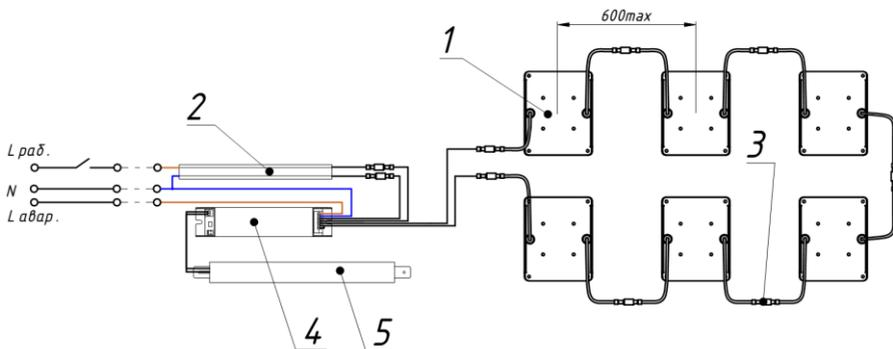

Рисунок 2 — Комплект светильников Geniled Griliato Tetris БАП (на примере Комплекта 60Вт).
3.2. Комплект светильников Geniled Griliato Tetris состоит из основных частей (см. рисунок 2):
5.5. Светодиодные модули соединены между собой при помощи проводов с коннекторами типа «Папа-Мама». Максимальное расстояние между центрами светодиодных модулей 600мм (см. рисунок 2). При необходимости увеличения расстояния между светодиодными модулями и между модулями и блоком питания необходимо использовать соединительный провод Geniled 1м с коннекторами «Папа-Мама» (приобретается отдельно). На одно соединение можно устанавливать не более одного соединительного провода 1м.